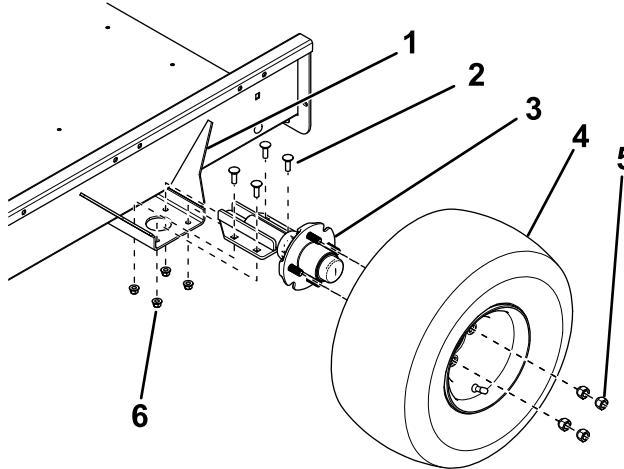

Рисунок 1
- Используя 4 картных болта и 4 контргайки, прикрепите ось к верхней стороне монтажного кронштейна на каждой стороне платформы прицепа, как показано на Рисунок 1.
- Прикрепите колеса в сборе к ступицам оси с помощью 4 зажимных гаек (Рисунок 1) и затяните гайки с моментом 108,5 Н·м.
3. Отрегулируйте положение монтажных кронштейнов оси так, чтобы переднее межцентровое расстояние было приблизительно на 3 мм меньше заднего межцентрового расстояния (Рисунок 1).